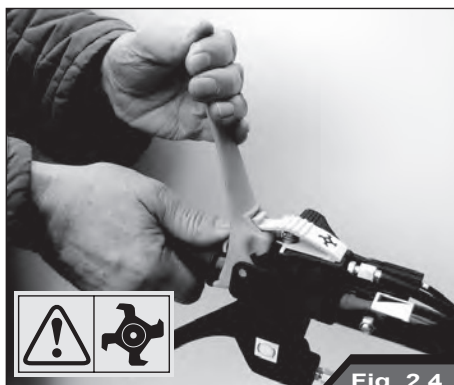

Fig. 2.4
- Le Levier d'embrayage du rotor à lames doit toujours être actionné à deux mains. Décrochez l'attache de sûreté du Levier d'embrayage du rotor à lames comme illustré (Fig. 2.4).